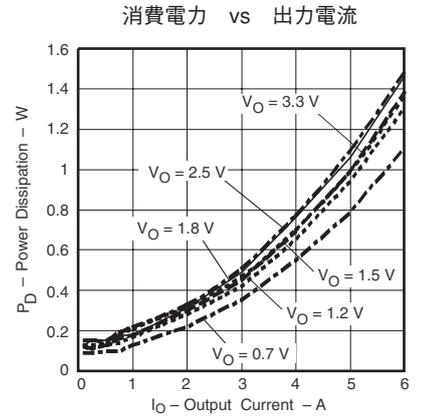

図 9
- (1) 電气的特性データは、25°Cでテストした実際の製品から求めたものです。このデータは、コンバータの代表データと考えられます。図7、図8、および図9に対して適用されます。